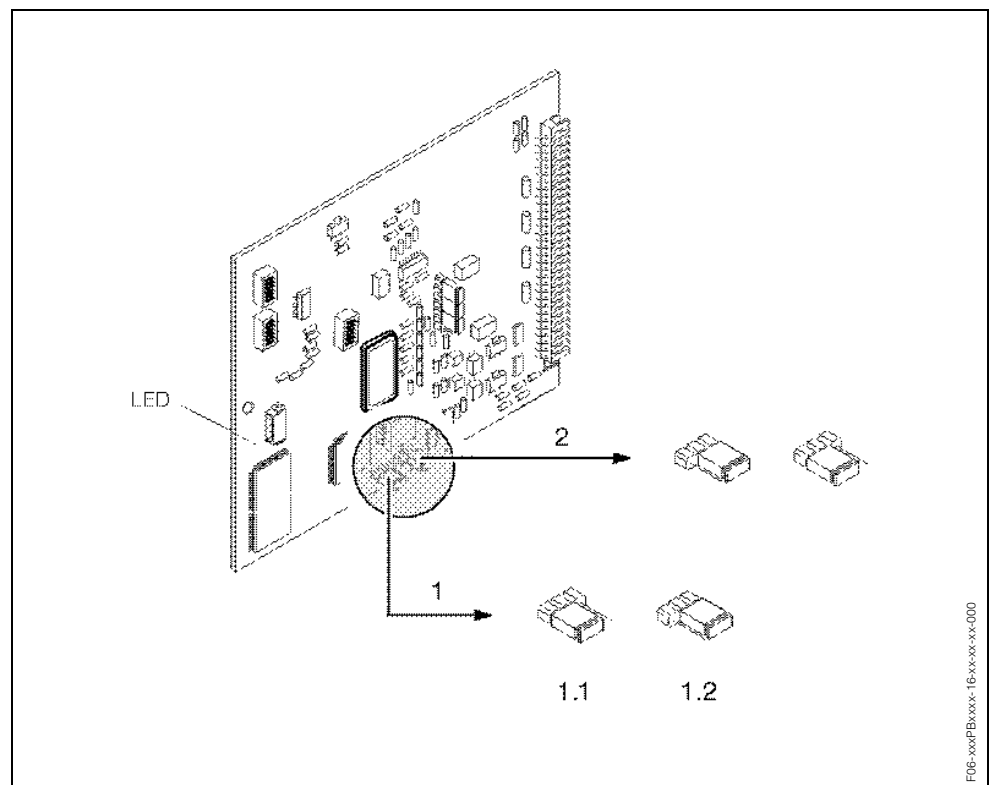

Fig. 49: Configuración del hardware (cuadro de entrada/salida)
3. Configure convenientemente la protección contra escritura del hardware, utilizando para ello los puentes de conexión (Fig.49).